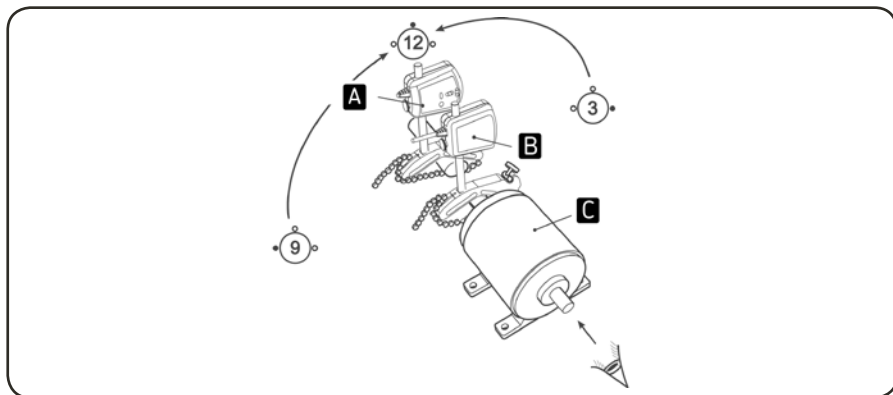
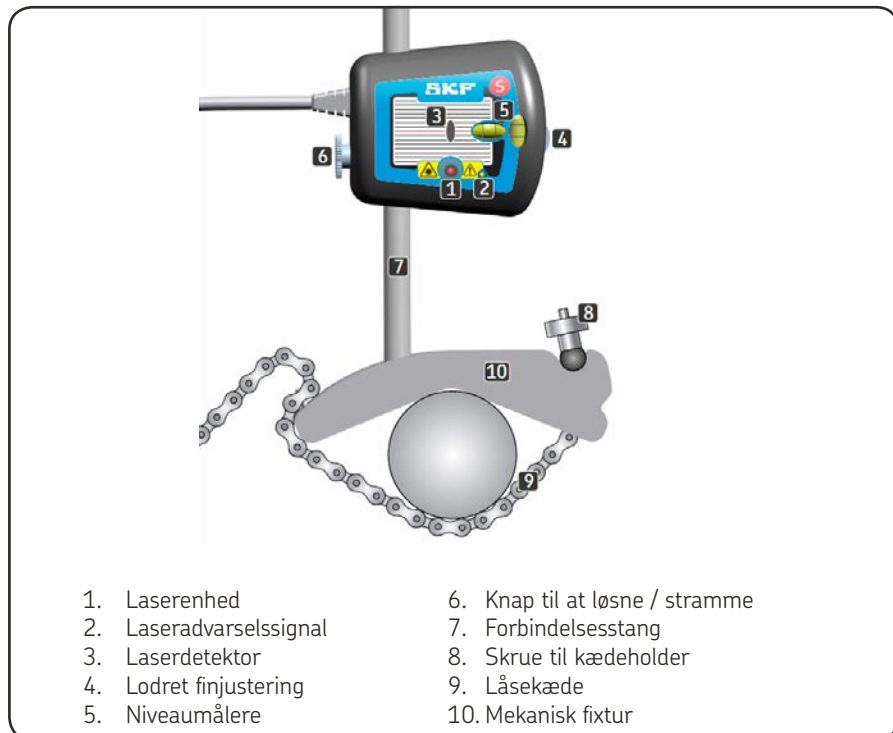

Fig. 4. Sammenligningen med et ur
Fig. 7. Mekanisk holder med måleenhed
2.2 Beskrivelse af skærm og måleenheder (fig. 6 / fig. 7)
- a) Anbring de to måleenheder i klokken 12 - brug vaterpassene (fig. 4 & fig.7).